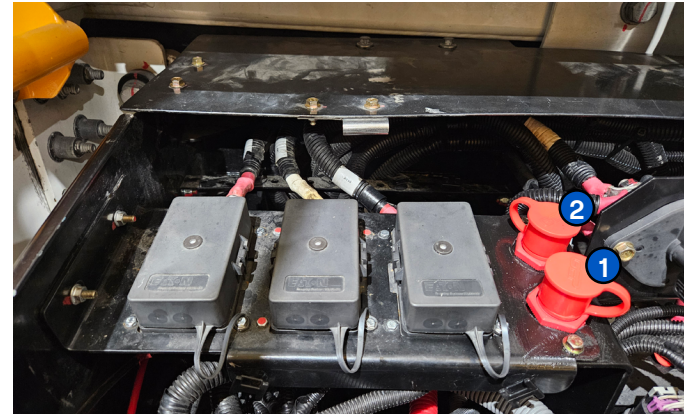

Figure 32 - Bornes de batterie distantes
Si équipé, utilisez ces bornes (Figure 32, nos 1 et 2) pour recharger les batteries des circuits basse tension.
- La borne rouge la plus proche est la borne 24 V positive (Figure 32, no 1).
- La borne rouge la plus éloignée est la borne 12 V positive (Figure 32, no 2).